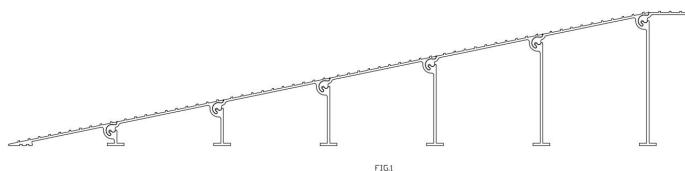

FIG1
- (1) Antes de comenzar la instalación, utilice guantes para protegerse las manos.
- (2) Elija una ubicación de instalación adecuada, asegurándose de que el suelo esté nivelado y firme.
- (3) Alinee y entrelace cada sección de la rampa hasta que todas las partes estén uniformes.
- (4) Comenzando con la extensión de 1", instale las extensiones del umbral en el orden que se muestra (FIG. 1) hasta alcanzar la altura final. Junte las extensiones del umbral en un ángulo aproximado de 45° y luego gírelas hasta colocarlas en su lugar después de que la bombilla esté colocada en la ranura .